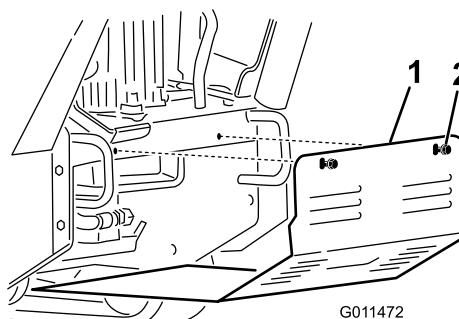

Figura 23
3. Afloje secuencialmente los 2 pernos que sujetan el protector inferior hasta que el deflector quede libre (Figura 23).
5. Para instalar el protector antes de utilizar la máquina, deslice el protector inferior en la máquina de modo que descance sobre las 4 pestañas y sujetelo con los 2 pernos que aflojó anteriormente (Figura 23).